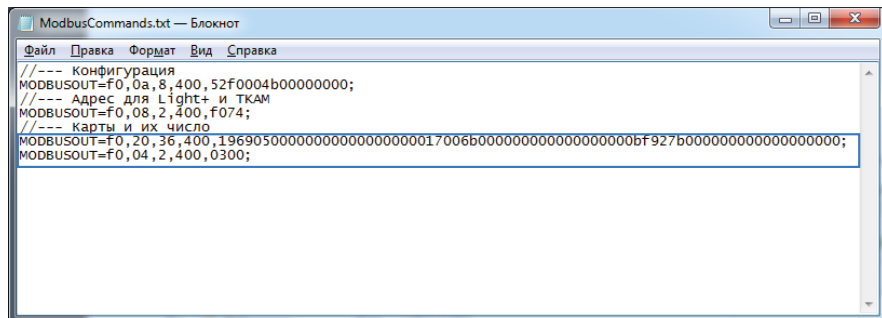

Рис.12. Команды удаленной настройки списка карт.
- откройте созданный файл. Скопируйте из этого файла команды из раздела «Карты и их число» (Рис.12) в новый текстовый файл и сохраните этот файл, затем измените расширение нового текстового файла из .txt в .atc. Имя файла может быть произвольным. При копировании необходимо скопировать только команды, без комментариев (заголовков);